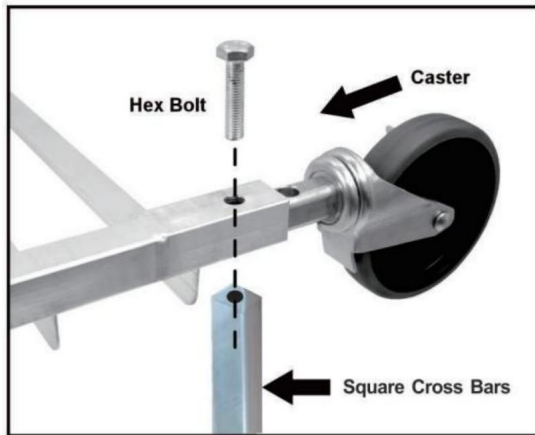

Figure 3.1
3.1) Setzen Sie die 4 Rollen in die unteren Enden der Seitenrahmen ein. Stellen Sie sicher, dass die Löcher in den Rollen mit den Löchern im Rahmen übereinstimmen (Abbildung 3.1).